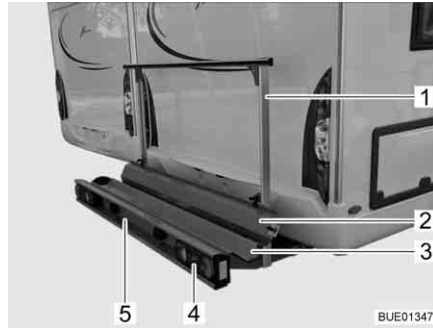
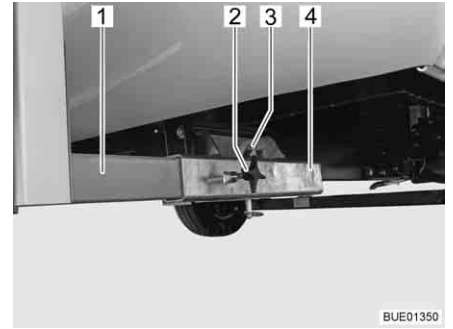

Fig. 8 Porte-charge
Fig. 9 Fixation sur le véhicule
Le porte-charge (Fig. 8) permet de transporter une moto ou un scooter d'un poids allant jusqu'à 130 kg.
- Réceptacle (Fig. 8,3) et étrier de fixation (Fig. 8,1) avec fixation sur le véhicule (Fig. 9)
- Feux arrières (Fig. 8,4)
- Éclairage plaque minéralogique (Fig. 8,5)
- Rail d'accès (Fig. 8,2)
Les deux longerons (Fig. 9,1) du porte-charge sont fixés avec des vis à garret (Fig. 9,2) sur les réceptions quatre pans (Fig. 9,4) situées sur le plancher du véhicule. Le porte-charge est bloqué par un boulon (Fig. 9,3) avec circlip.